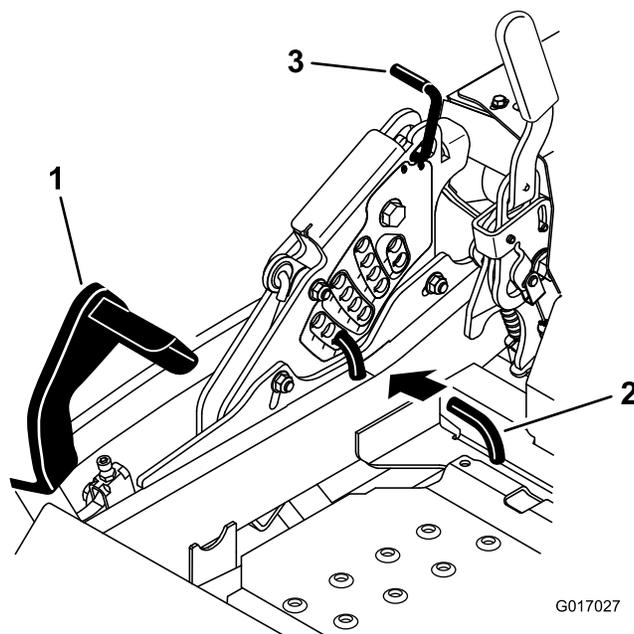

Figura 85
5. Empuje el pedal de elevación de la carcasa hacia delante del todo; la carcasa se enganchará en la posición de transporte de 14 cm (5-1/2 pulgadas) (Figura 85).